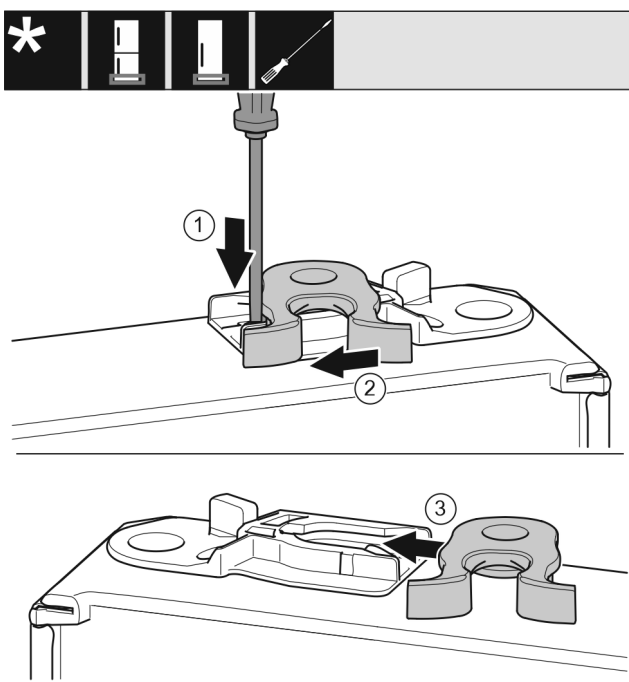

Fig. 27
- Paina kieleke alas uraruuvimeisselillä. Fig. 27 (1)
- Vedä sulkuhaka pois ohjaimesta. Fig. 27 (2)
- Työnnä sulkuhaka toisella puolella ohjaimeen. Fig. 27 (3)